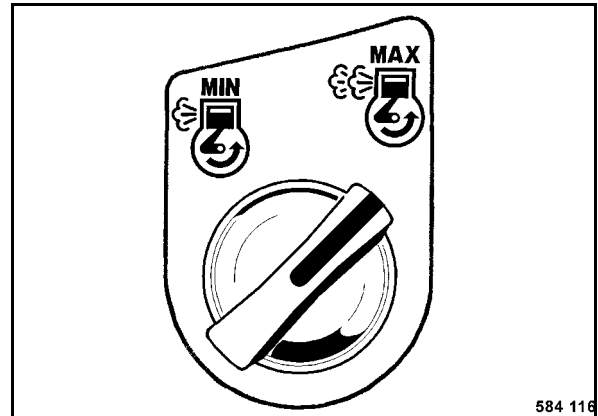

fig. 43
- Positionner l'interrupteur rotatif (fig. 43) sur "MAX" (pleins gaz).